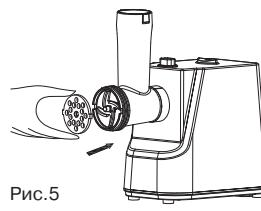

Рис.5
- Решётку (10) установите поверх ножа (9), совместив выступы на решётке с пазами в корпусе головки мясорубки (3), затяните гайку(11) (рис. 5, 6).